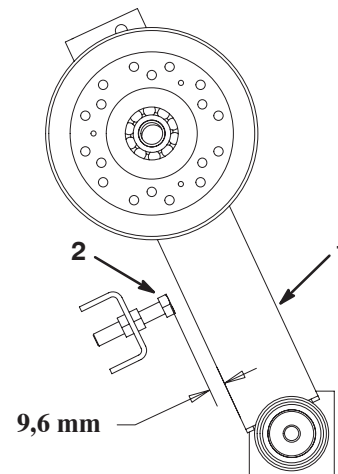

Bild 70
14. Prüfen Sie die Anschlagsschraube des Spannarms (Bild 70). Wenn der Abstand zwischen dem Spannarm und der Anschlagsschraube nicht ungefähr 9,6 mm beträgt, gehen Sie folgendermaßen vor: